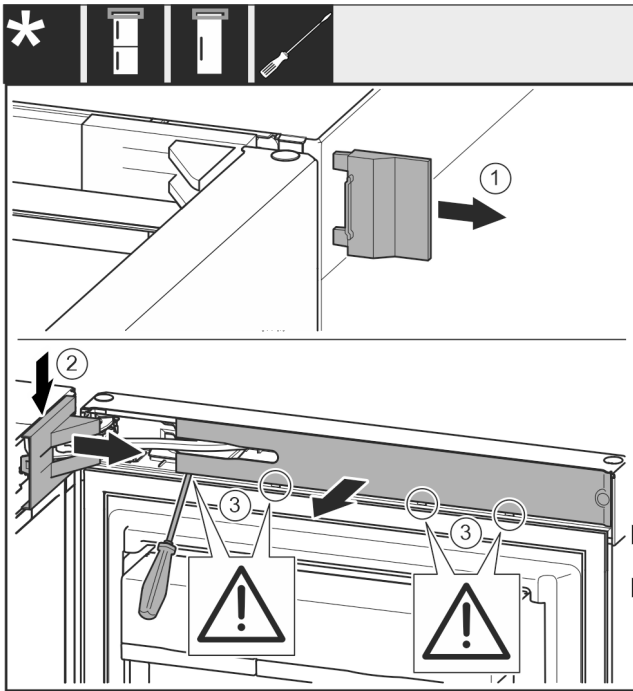

Fig. 5
- Hiqni kapakun mbulues të jashtëm. Fig. 5 (1)
- Nxirrni nga foleja kapakun mbulues të bazamentit mbështetës dhe lirojëni. Hiqni kapakun mbulues të bazamentit mbështetës. Fig. 5 (2)
- Nxirrni nga foleja shiritin mbulues me një kaçavidë dhe shtyjëni anash. Fig. 5 (3)